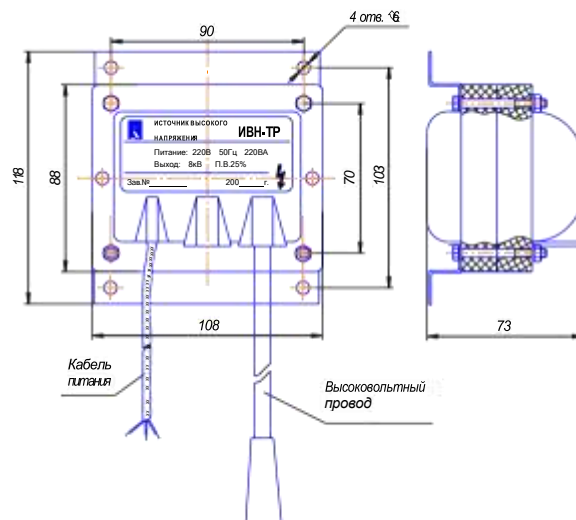

Рис.1 Общий вид и габариты ИВН-ТР по варианту А.
10.1 Общий вид ИВН представлен на рис. 1 и 2.